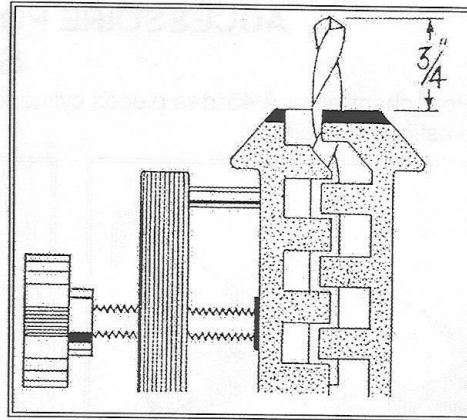

FIGURE 62
- Placer le foret dans l'étau avec le bout sorti d'environ 3/4" (Fig. 62). Ne pas trop serrer la mèche dans l'étau, ceci pourrait faire plier les petits forets et produire des lèvres de longueur inégales.